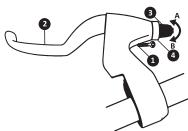
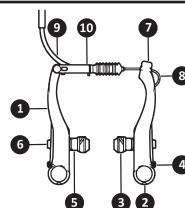

Рис. 13.1: Тормозная ручка тормозов V-типа и ее регулировки
Рис. 13.2: Тормоза V-типа и их регулировки
► **Тормозная ручка** (рис. 13.1, поз. 2) механических тормозов (ободных или дисковых) имеет две регулировки – винт изменения расстояния до рычага тормозной ручки и механизм регулировки натяжения тросика. Расстояние до рычага тормозной ручки изменяется вращением винта (рис. 13.1, поз. 1). Установите положение рычага так, чтобы вы без проблем доставали до него пальцами, но при этом так, чтобы при нажатии на рычаг он не упирался в грипсы руля. Винт (рис. 13.1, поз. 3) и контргайка (рис. 13.1, поз. 4) регулировки натяжения тросика используются только для эксплуатационной подстройки натяжения троса тормоза. Каждый раз, когда вы регулируете натяжение, не забывайте зафиксировать винт с помощью контргайки.
► **Тормозной механизм V-типа** представляет собой два подвижных рычага (рис. 13.2, поз. 1), каждый из которых вращается на шарнире (рис. 13.2, поз. 2). К рычагам присоединены тормозные колодки (рис. 13.2, поз. 3), которые своей фрикционной частью контактируют с колесным ободом при натяжении тросика, когда тормозная ручка нажата. Тормозной механизм регулируется винтами (рис. 13.2, поз. 4) натяжения возвратных пружин и положением тормозной колодки – при помощи набора сферических шайб (рис. 13.2, поз. 5). Правильно отрегулированный тормоз V-типа должен обеспечивать равномерный и одновременный прижим колодок к ободу. Расстояние между колодками и ободом при не нажатом тормозе должно составлять 1–3 мм.
► **Настройка углового положения колодок** – необходима для того, чтобы колодки контактировали с ободом максимальной своей площадью. Ослабив натяжение винта (рис. 13.2, поз. 6), стягивающего набор сферических шайб (рис. 13.2, поз. 5), установите колодку параллельно ободу и строго напротив него. Затяните винт, удерживая колодку от проворачивания. Повторите процедуру для второй колодки тормоза.
- 2 | Открутите винт (рис. 13.2, поз. 7) зажима тросика и сдвиньте трос в нужную сторону, изменяя рабочую длину троса (от тормозной ручки до тормозного рычага). Затяните винт зажима троса.
Повторяйте последнюю операцию до тех пор, пока расстояние между колодками и ободом не примет требуемого значения. Тонкую регулировку при необходимости можно провести с помощью механизма (рис. 13.1, поз. 3, 4) регулировки натяжения тросика (см. ниже).
► **Эксплуатационная регулировка натяжения тросика** производится по мере износа фрикционной части тормозных колодок и соответственно изменения их высоты. Открутите контргайку (рис. 13.1, поз. 4) и отрегулируйте рабочую длину тросика с помощью винта (рис. 13.1, поз. 3) так, чтобы свободный ход колодок вернулся к требуемым значениям. Не забудьте закрутить контргайку.
► **Замена колодок** – необходима для поддержания работоспособности тормоза и сохранения его эффективности. Открутите винт (рис. 13.2, поз. 6), стягивающий набор сферических шайб (рис. 13.2, поз. 5), снимите внешние шайбы со шпильки и отсоедините колодку от рычага тормоза. Будьте аккуратны – шайбы легко соскакивают со шпильки и могут быть утеряны. Установка колодки про-
► **Замена тормозного тросика** производится в случае повреждения или износа тросика. Отверните винт (рис. 13.2, поз. 7) зажима тормозного троса, выньте его из зажимной части тормозного рычага (если установлен концевой колпачок на тросике, предварительно снимите его), а затем выньте тросик из рубашки (оплетки). Поверните регулировочный винт (рис. 13.1, поз. 3) на тормозной ручке и контргайку (рис. 13.1, поз. 4) так, чтобы разрезы на их корпусах совпали с прорезью на корпусе тормозной ручки. Нажмите на рычаг тормозной ручки и выньте тросик сквозь прорезь. Затем выньте концевой цилиндртик крепления тросика из соответствующего паза на рычаге тормозной ручки. Установка тросика производится в обратной последовательности.
► **Механизм расстегивания тормоза V-типа** – предназначен для того, чтобы вы имели возможность снять колесо с велосипеда без демонтажа тормоза или тормозных колодок, которые в рабочем состоянии не дают покрышке пройти между ними. Чтобы расстегнуть тормоз, необходимо одной рукой сжать пару тормозных рычагов (рис. 13.2, поз. 1), а другой – вынуть подводящую трубку (рис. 13.2, поз. 9) тросика из подвижной металлической стремянки (рис. 13.2, поз. 10). Застегивание производится аналогично: одной рукой сжимаем рычаги в направлении друг к другу (колодки будут касаться обода), а другой вставляем подводящую трубку в стремянку. Правильно настроенный тормоз позволяет расстегивать и застегивать обратно тормоза без нарушения их регулировки.